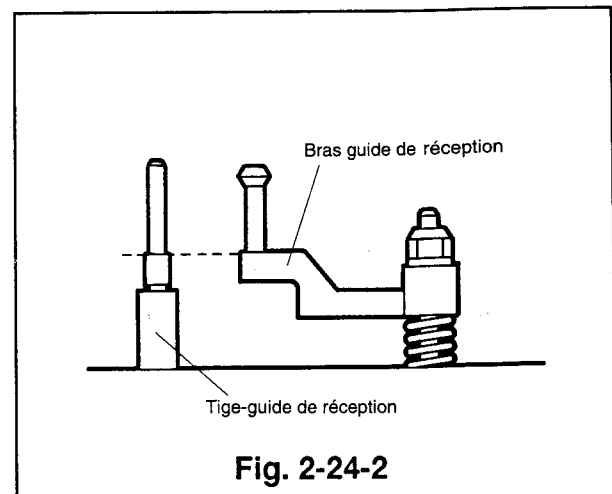

Fig. 2-24-2
- 2) Appliquer de la graisse (PG-641)[859DO55030] sur le sommet du nouveau bras-guide de réception (la surface qui est en contact avec l'écrou). Fixer le bras-guide de réception sur l'axe, et serrer à l'aide de l'écrou. (Placer temporairement le bras-guide de réception à la hauteur spécifiée dans la Fig. 2-24-2.)